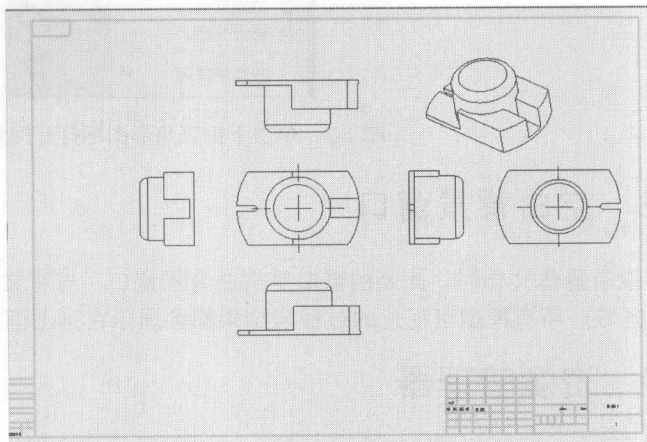

图 1-6 生成工程图视图
5. 可直接将“查看调色板”面板中零件的视图拖至工作窗口的图框内，生成工程图视图，如图 1-6 所示。